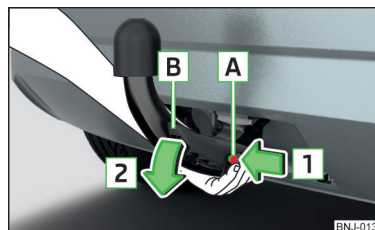

Fig. 160
- Prindeți tija cuplei **din partea de jos** » fig. 160.